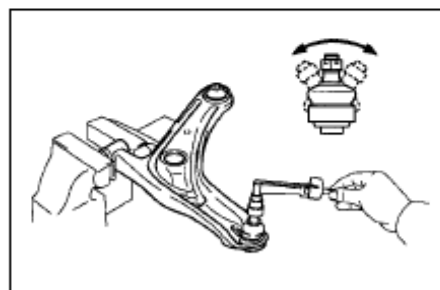

Рис. 190
- (1) Перед измерением, 5 раз проверните шаровой шарнир, как показано на рисунке (рис.190).
- (2) Непрерывно вращайте гайку со скоростью 2-4 секунды на один оборот с помощью динамометрического ключа, и запишите значение вращательного момента на 5-ом обороте.